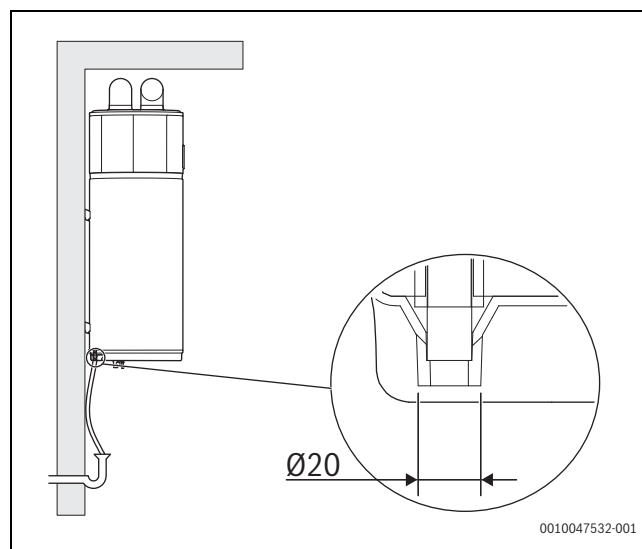

Fig. 21 Conexión del conducto de condensados
- Conectar un tubo flexible Ø 20 mm (fig. 21).